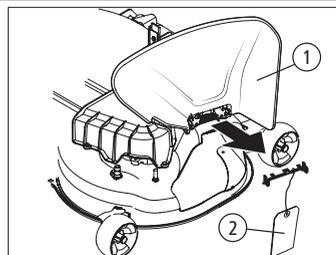

Fig. 07
1. O defletor (1) vem de fábrica fixado na bandeja de corte, em baixo dele há uma presilha (2) que evita que o mesmo se feche no transporte. A presilha (2) deve ser removida antes de operar o equipamento.
2. Para remover a presilha (2), levante o defletor (1) totalmente para cima, remova a presilha (2), abaixe o defletor (1) e descarte a presilha (2), [Fig. 07].